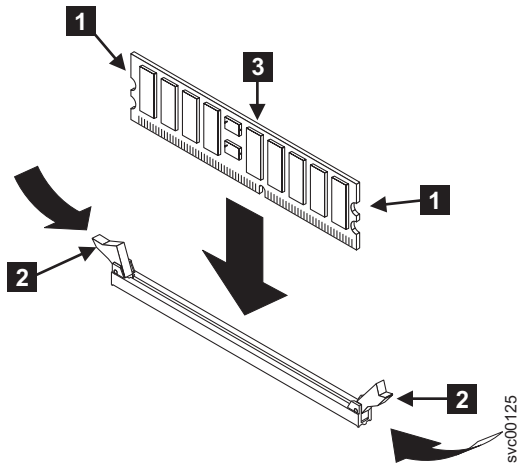

図 98. メモリー・モジュールの交換
1. クリップ **2** を開き、125 ページの図 98 に示すように、メモリー・モジュール **3** を下げてコネクターに差し込みます。DIMM を完全に差し込んで、クリップを閉じます。